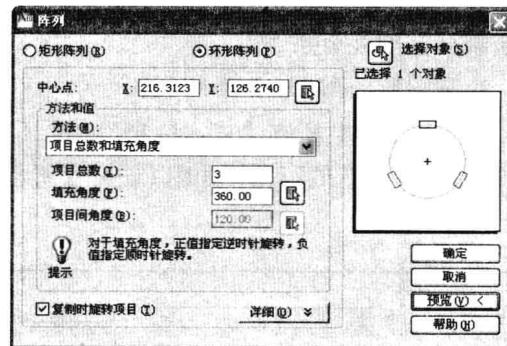

图 11-1-6
(6) 在“修改”面板中，单击“阵列”按钮 \square ，打开“阵列”对话框，选择“环形阵列”单选按钮，单击“选择对象”按钮 Q ，单击直径为 5 的圆，按 Enter 键，单击“中心点”选项右侧“选择”按钮 R ，捕捉并单击同心圆的圆心，在阵列对话框中“项目总数”输入 3，如图 11-1-6 所示。